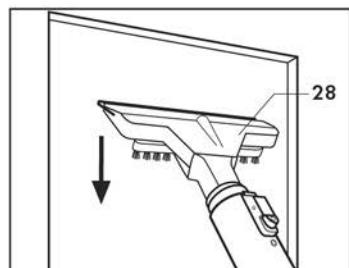

Abb. 12
- Die Gummilippe auf die Scheibe drücken und den Scheibenwischer von oben nach unten bewegen (**Abb. 12**).